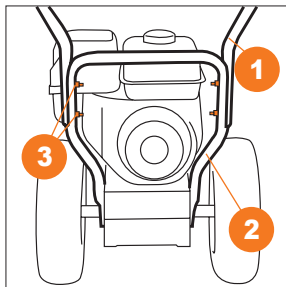

Рис. 5
- Соедините рукоятки панели оператора **1** с нижней частью рукоятки **2** с помощью крепежных элементов **3** (болт М8х40 – 4 шт., фигурная шайба – 4 шт., гайки М8-4шт.) (Рис. 5).